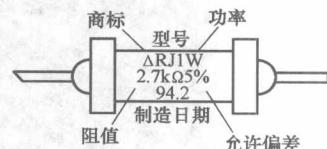

图 1-1-3 电阻器标称
(1) 直标法 电阻器的参数直接标在电阻器上的标称方法称为直标法, 如图 1-1-3 所示。
图 1-1-3 所示电阻标称表示该电阻器为金属膜电阻, 额定功率为 $1\text{W}$ , 阻值为 $2.7\text{k}\Omega$ , 允许偏差为 $\pm 5\%$ 。直标法中符号可替小数点, 如 $\Omega 33$ — $0.33\Omega$ ,  $3\text{k}3$ — $3.3\text{k}$ 。